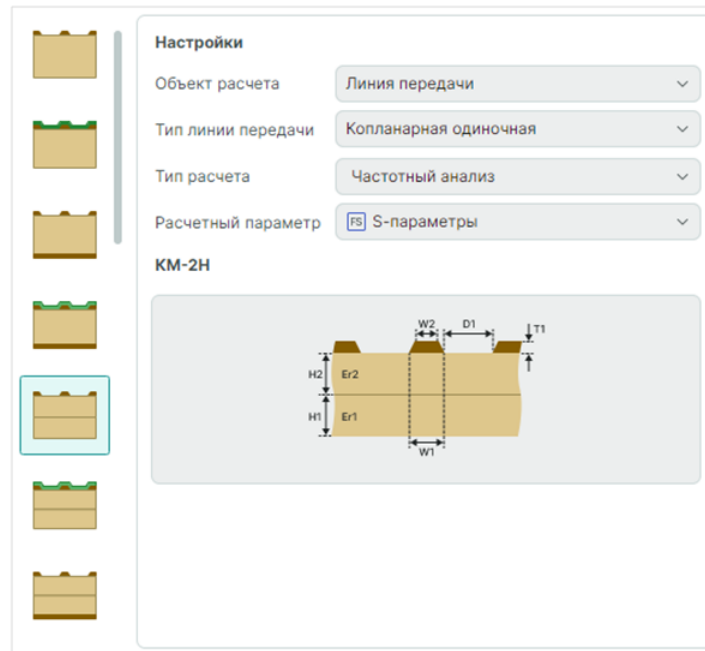

Рис. 80 Настройки расчета «S-параметры»
1. Определите стартовые настройки расчета (Рис. 80):